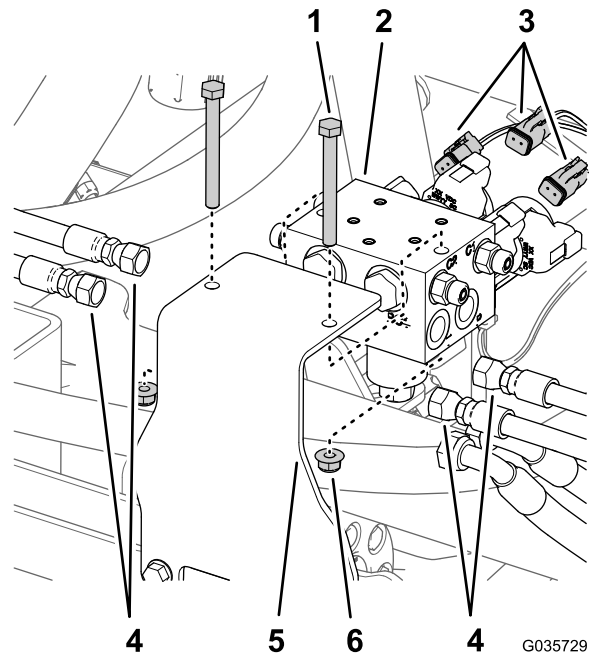

Figura 8
- Etiquete todas las mangueras conectadas al distribuidor del cilindro de elevación (puertos C1, C2, C3 y C4) y desconéctelas del distribuidor del cilindro (Figura 8).
- Desconecte los conectores del arnés de cables trasero de los solenoides del distribuidor del cilindro de elevación (Figura 8).
- Retire el distribuidor del cilindro de elevación del soporte de montaje, retirando los 2 pernos y las 2 contratuercas (Figura 8).